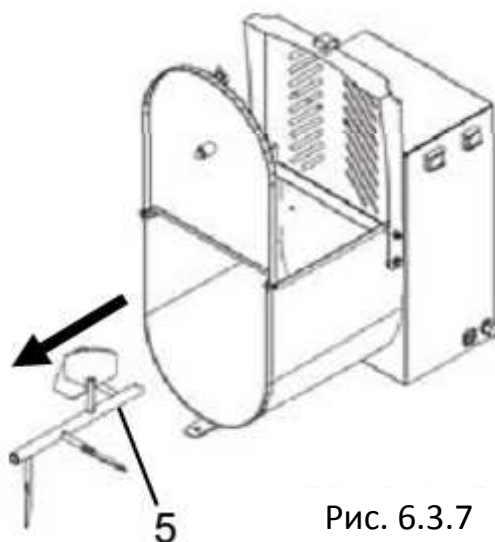

Рис. 6.3.7
- Ухватиться за лопасть мешалки поз. 5 (рис. 6.3.7) и потянуть за нее, чтобы снять.